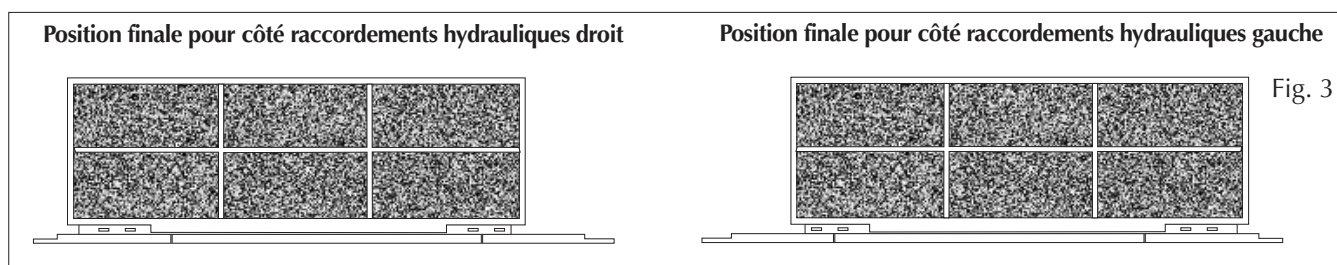
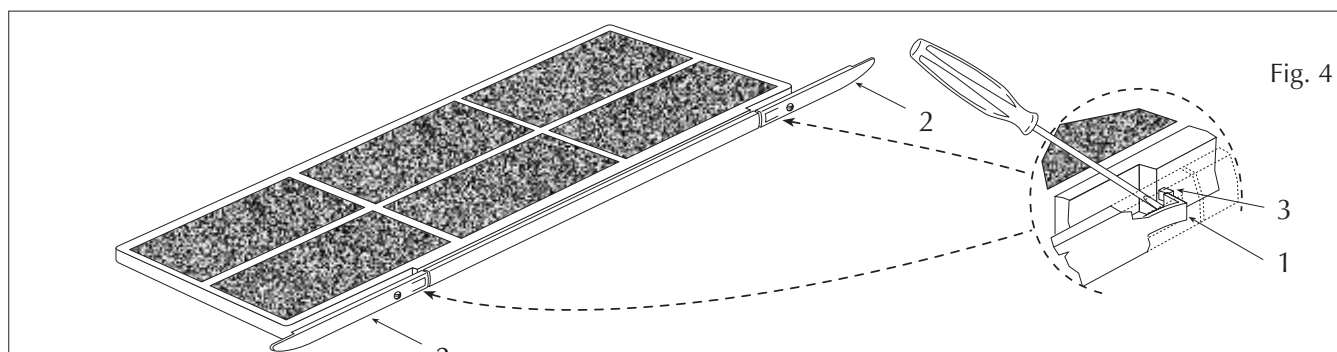

Fig. 3
Fig. 4
- retirer la tôle de protection de la batterie (absent de la version FCX - AS) et, s'il est présent, le bac de récupération de la condensation (3);
- retirer la tôle de fermeture de la batterie (4) en dévissant les vis;
- retirer les vis fixant la batterie (5) puis l'extraire;
- retirer les parties prédécoupés (6) du flanc droit;
- tourner la batterie (5) et la fixer avec les vis précédemment retirées;
- remettre la fermeture (4), en la fixant avec les vis, ainsi que les bouchons (7) fournis de série dans les trous laissés libres par les raccordements hydrauliques; tous les bacs sont prévus pour l'évacuation de la condensation sur les deux côtés. En cas d'installation verticale, si on veut effectuer l'évacuation de la condensation sur le côté droit, on doit déplacer le raccord d'évacuation (8) à droite.
- si on doit déplacer l'évacuation de la condensation sur le côté droit, inverser les sorties du bac (3), s'il est présent, et déplacer le raccord d'évacuation (8) à droite;
- dégager les raccordements électriques du flanc droit, retirer la partie prédécoupée et déplacer le passe-câble (9) de la droite sur la gauche;
- déplacer les raccordements électriques sur le côté gauche en les faisant passer à travers le passe-câble (9);
- déplacer le bornier (10) et la borne de la mise à la terre (11) sur le côté gauche;
- adapter le filtre de l'air à la nouvelle configuration en modifiant la position relative du support externe par rapport au châssis du filtre (Fig. 3) en poussant avec un tournevis sur la languette (1 Fig. 4) et déplacer en même temps le support externe (2) jusqu'à ce que la languette dépasse la dent (3). Lâcher la languette de façon que la position relative entre support et filtre corresponde à celle indiquée à la figure 3. On précise que, le châssis de l'appareil étant décentré par rapport à la carrosserie, on doit aussi inverser les pieds.